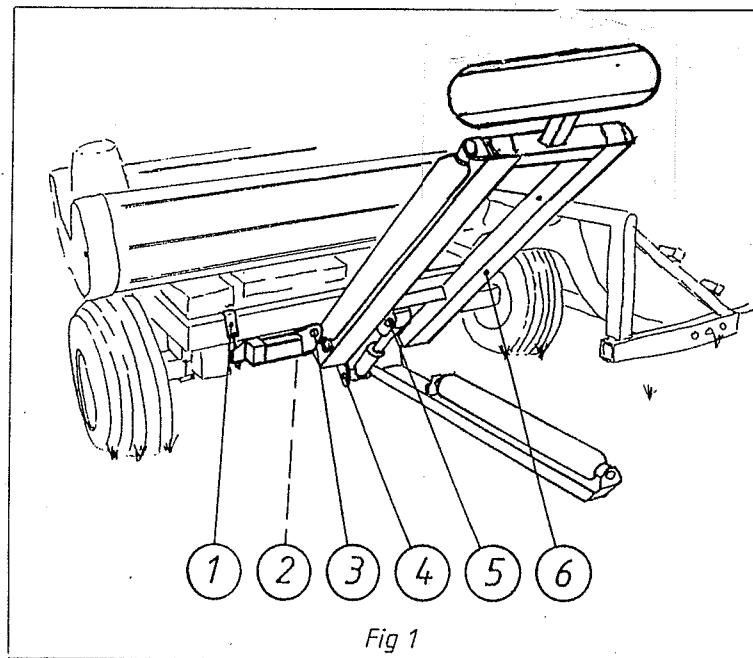

Fig 1
5) Montera slangen ( $L=335 \text{ mm } 1/4"$ ) för balrampens cylinder se bild 1. Anslut slangen vinklade anslutning till rampcylinerns anslutning. Därefter sätts slangen fast på insidan av maskinens ram med hjälp av klamar och buntband. Till sist ansluts slangen till styrventilens anslutning C2.
1. Monterar hjälpramen på inplastarens ram med fästbygeln enligt bild 1. position 1. Sätt den tredje fästbygeln på plats. Den monteras på hjälpramens högra framdel.
2. Fäst balrampen (6) med bultarna (3) och säkra dem med rörsprintar.
4. Vid pos.5 används tapparna med hål för två sprintar. Mellan det ovala hålet på balrampen och sprintarna används medföljande M30 brickor. Observera att smörjnippans på cylindern riktas neråt
ELHO elventilen bör kopplas till traktorns dubbelverkande uttag. Kopplingen till portarna A och B fig. 1. Gänga R 3/8.
Hydraulmotorns varvantal kan ställas från skruv 1, bild 1. Bordets varvantal bör vara högst 20r/min.
Då insveparen kopplas till John Deere traktorer, bör ställskruven under muttern med skyddshatt 2, bild 1, skruvas in tills den bottnar. Denna skruv stänger oljeflödet förbi hastighetsinställningsventilen. Ifall den inte stängs tillför JD traktorernas regleringspump för mycket olja och värmen stiger riskabelt. Då vanliga traktorer med öppet hydraulsystem används skall ställskruven vara ca 5 mm ut från botten position.